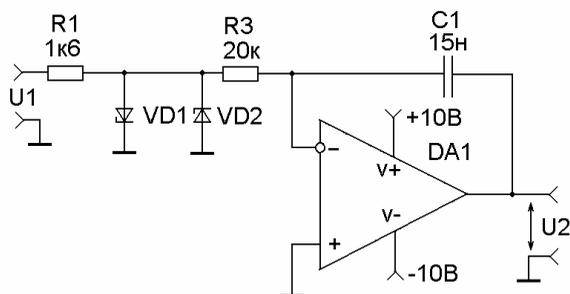

Рис. 9. Ограничитель
5. Собрать схему ограничителя (рис.9), убедиться, что на входе интегратора имеются импульсы, близкие по форме к прямоугольным. Зарисовать и объяснить форму выходного напряжения.